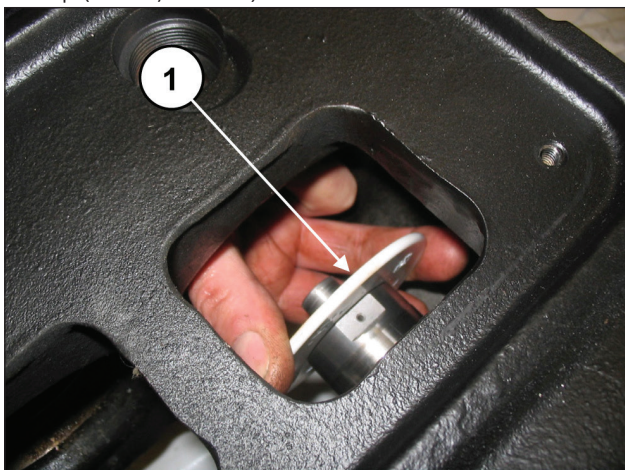

Рис. 126
Снимите с направляющей поршня брызгозащитные кольца (поз. ①, Рис. 126).